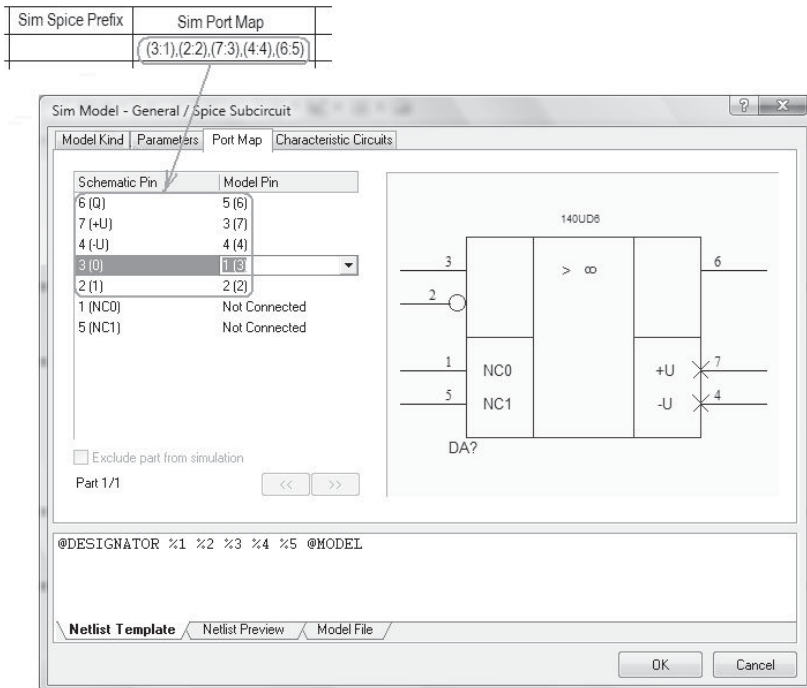

Рис. 2.52. Отображение соответствия выводов символа и модели в поле базы данных
- ❑ **Sim Port Map** — поле, в котором устанавливается соответствие (**Mapping**) обозначений (номеров) выводов схемного компонента и номеров этих же выводов модели, порядок которых установлен правилами SPICE-технологии (рис. 2.52). Записи составляются в формате (Номер вывода компонента : Номер вывода модели). В нашем примере в поле базы данных должна быть внесена запись: